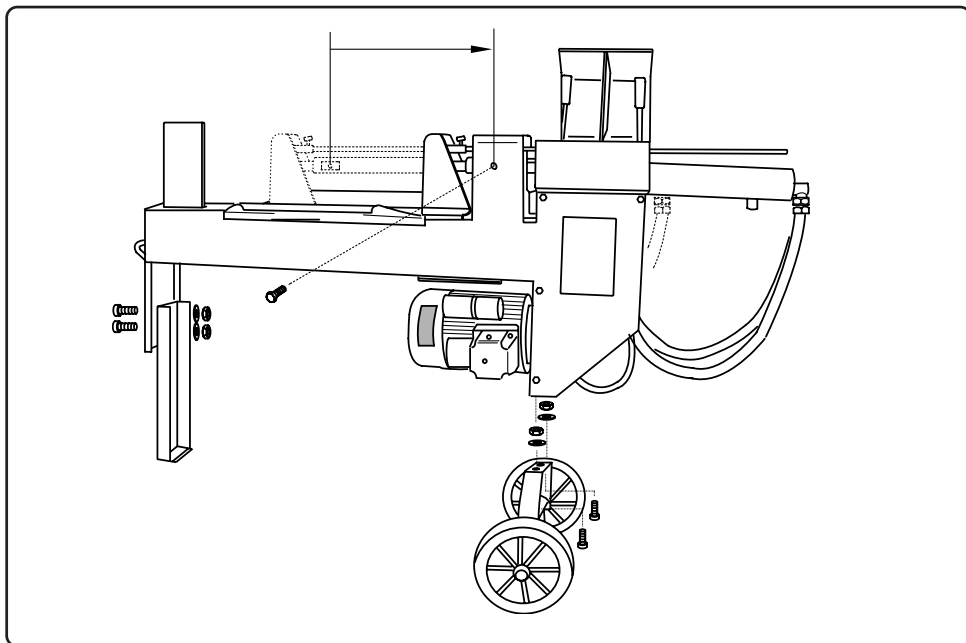

Fig. 2
- efter att öppnats upp förpackningsemballaget (med iakttagande av nödvändiga för att förhindra olyckor samt med beaktande av gällande ekologiska föreskrifter i landet ifråga) så placera maskinen plant, och för cylindern utåt i arbetsposition såsom visas av pilen och lås den två skruvarna och brickorna såsom visas i fig.2.
Fixera sedan fast fotens stöd och hjulen på stommen genom att använda skruvarna, brickorna och muttrarna såsom i fig.2.